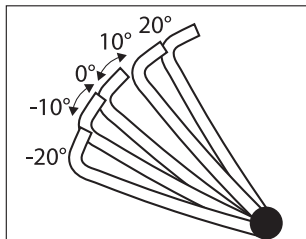

Рис. 3
2. Вращение верхней ручки по центру механизма регулировки угла позволяет отрегулировать соответствующий угол в прицеле от  $-20^\circ$  до  $20^\circ$ , как показано на рис. 3.